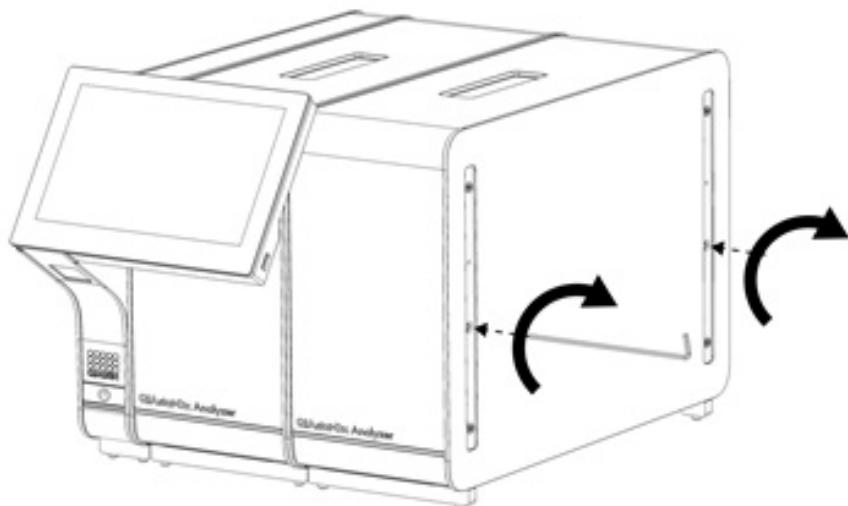

Figura 16. Allineamento e collegamento del modulo analitico aggiuntivo.
4. Allineare il modulo analitico aggiuntivo con il modulo analitico esistente. Serrare le viti con lo strumento di assemblaggio del modulo analitico/operativo fornito con il QIAstat-Dx Analyzer 2.0 (Figura 16).